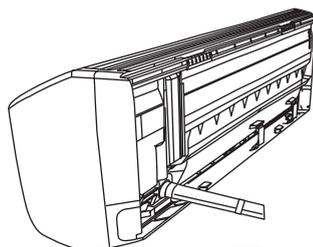

图7
- (1) 当要把铜管从后面引出时，将铜管、排水管和连接电缆一起用附件 ⑪ 胶带绷紧。（图7）